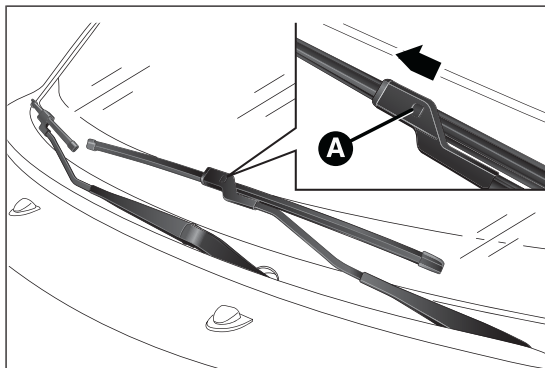

fig. 221
- ☐ levantar el brazo del limpiaparabrisas, pulsar la lengüeta A fig. 221 del muelle de enganche y extraer la escobilla del brazo;